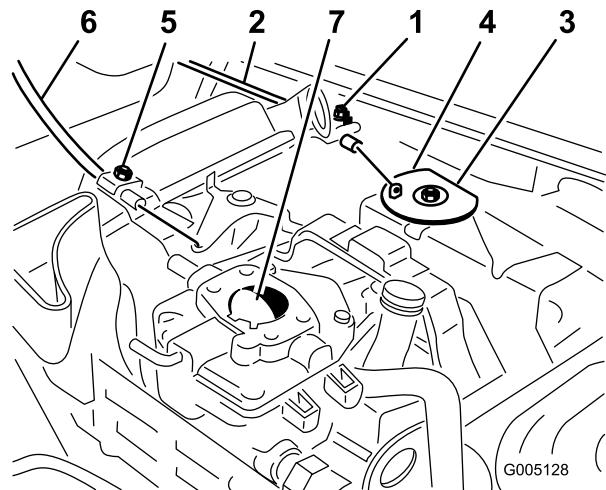

Bild 35
- Lockern Sie die Klemmschraube des Bowdenzugs, mit der dieser am Motor befestigt ist (Bild 35).
- Ziehen Sie fest am Bowdenzug, bis die Rückseite der Schwenkplatte den Anschlag berührt (Bild 35).
1. Lockern Sie die Klemmschraube des Bowdenzugs, mit der dieser am Motor befestigt ist (Bild 35).
3. Ziehen Sie fest am Chokezug, bis die Choke-Drosselklappe ganz geschlossen ist; ziehen Sie dann die Klemmschraube des Chokezugs fest (Bild 35).